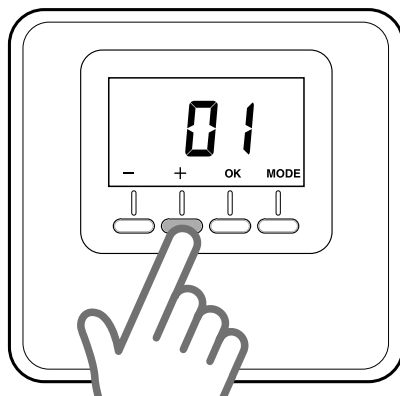

Fig. 16
- Apăsăți tastele “+” sau “-” pentru a alege zona de atribuit (Fig. 16).